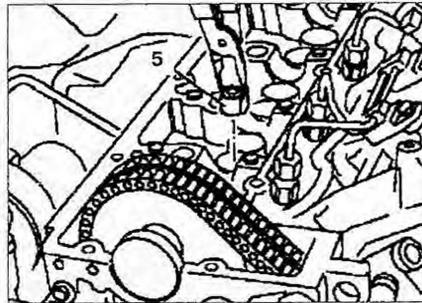

Рис. 2.21. Используя плоскогубцы, извлеките сальник стержня клапана **5** наружу.
18. Используя плоскогубцы, извлеките сальник стержня клапана **5** наружу (рис. 2.21).